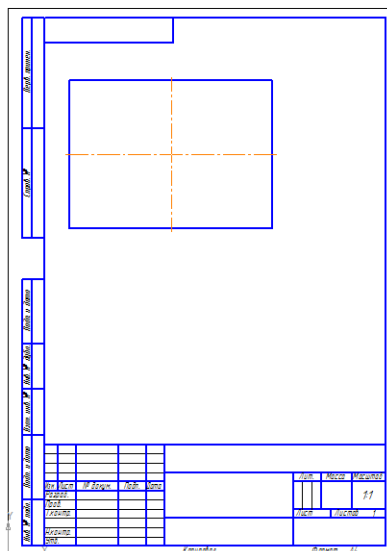

Рис. 1
3) На Инструментальной панели выберите команду *Прямоугольник по центру и вершине*. В Строке параметров включите кнопку *С Осями*, задайте высоту и ширину прямоугольника и разместите фантом прямоугольника в центре листа (рис.1)